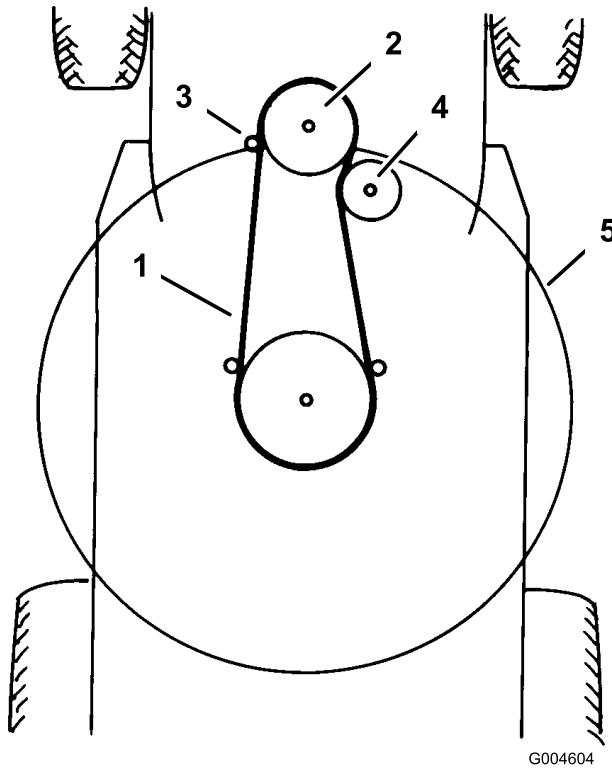

Figure 43
- Déposez la courroie d' entraînement des lames de la poulie inférieure du moteur (Figure 43).
- Passez la courroie d' entraînement des lames sur la poulie motrice inférieure (Figure 43).